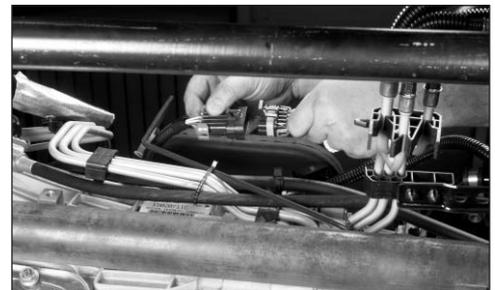

Fig. 15
18. Individuare il connettore GM dell'interfaccia della presa di forza fornita dall'installatore, che si trova sul lato sinistro della trasmissione. Collegare il cablaggio (379895) fornito dalla Chelsea al connettore dell'interfaccia (**fig.15**).